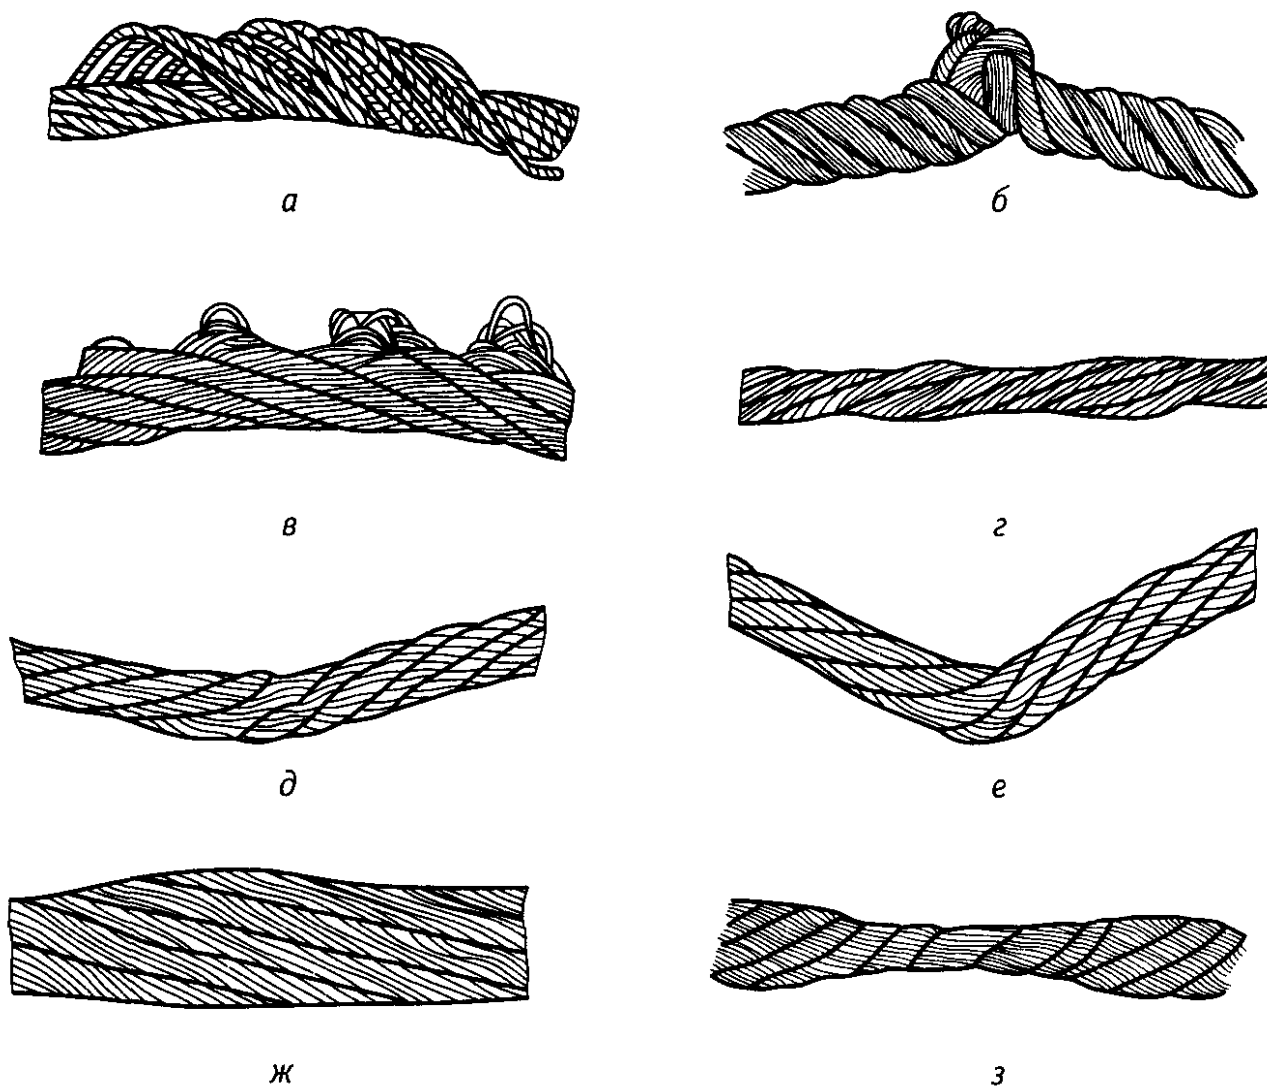

Рис. 3.4. Деформации стальных канатов:
- корзинообразная деформация (рис. 3.4, а);
- перекручивание (рис. 3.4, б);
- выдавливание проволок (рис. 3.4, в);
- обрыв сердечника (рис. 3.4, г);
- залом (рис. 3.4, д);
- перегиб (рис. 3.4, е);
- местное увеличение диаметра каната (рис. 3.4, ж);
- раздавливание (рис. 3.4, з);